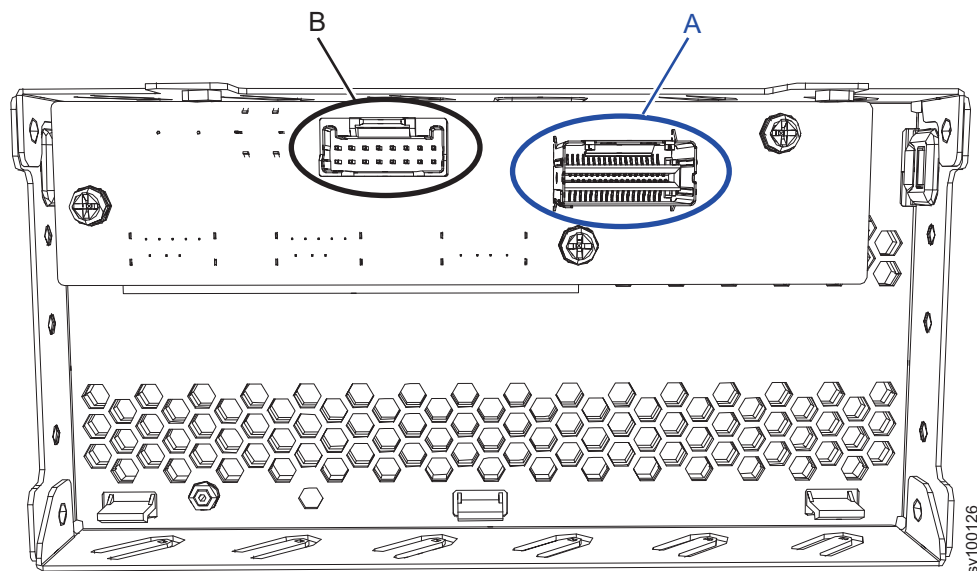

図 170. 2145-SV1 オペレーター情報パネルの背面にあるケーブル・コネクタ
2. 214 ページの図 170 に示すように、オペレーター情報パネルの背面にある適切なコネクタに各ケーブルを接続します。